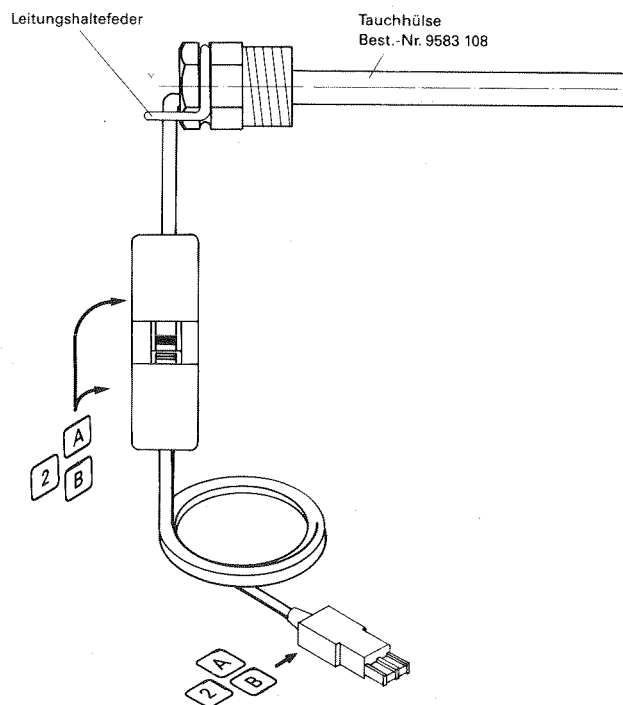

Abb. 4.9
6. Etiketten **2|A** bzw. **2|B** auf die Steckverbindungen nach Abb. 4.9 kleben.